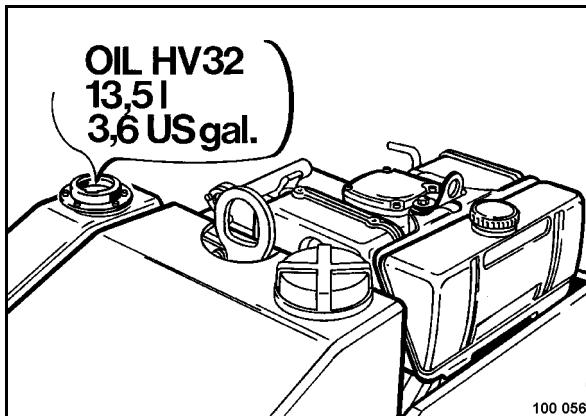

Fig. 74
- Cargar nuevo aceite hidráulico (Fig. 74), para esto no se debe sacar el elemento filtrante del filtro tamiz.